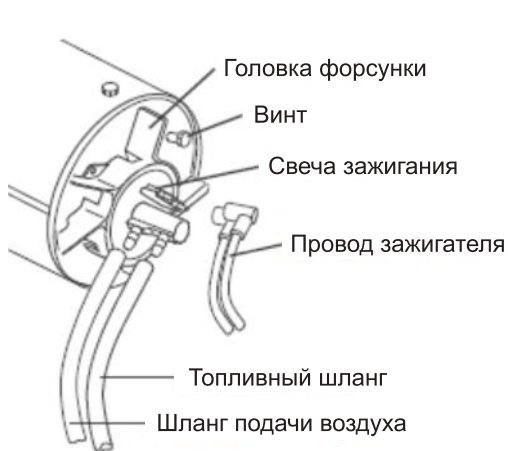

Рис. 16
3. Отсоедините топливопровод от горелки (рис. 16);
4. Отсоедините провод от электродов свечи зажигания (рис. 16);